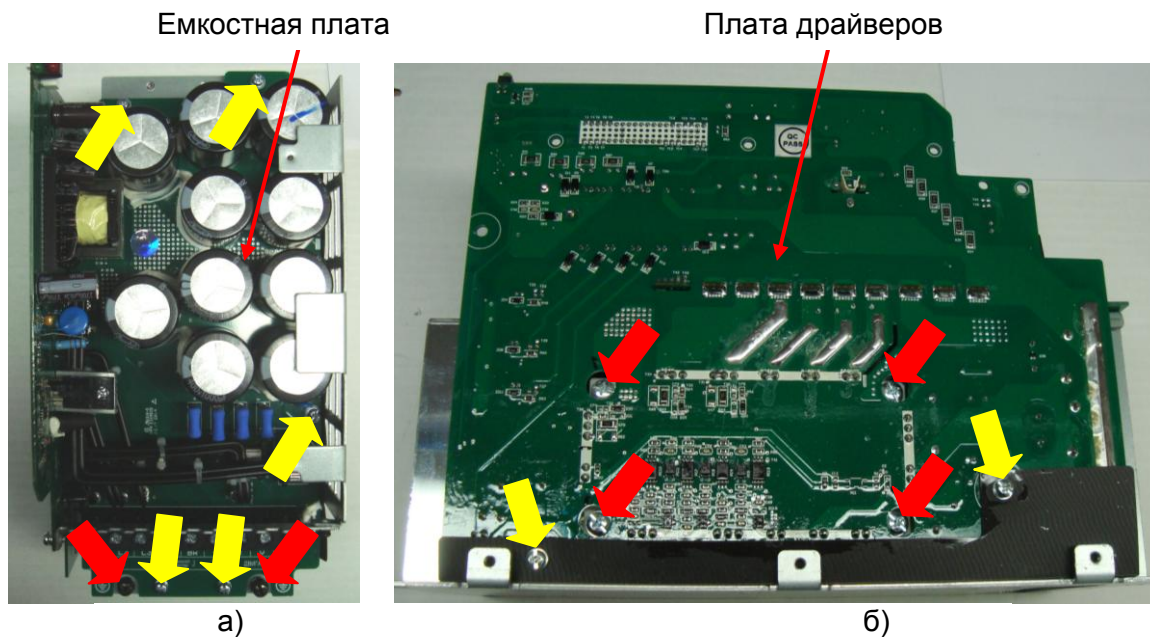

Рис. 6.7
6.6.3. Выкрутить пять винтов крепления емкостной платы (желтые стрелки, рис. 6.7,а) и два винта заземления (красные стрелки, рис. 6.7,а).
6.6.4. Выкрутить два винта крепления платы драйверов (желтые стрелки, рис. 6.7,б) и четыре винта крепления матрицы IGBT (красные стрелки, рис. 6.7,б).